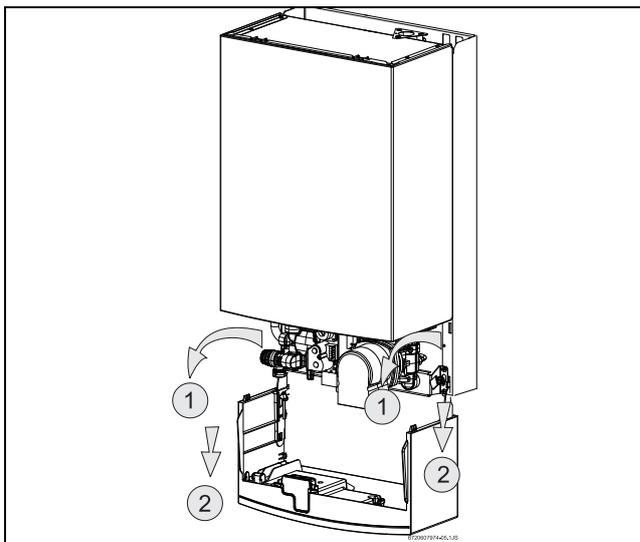

Fig. 10 Posição de serviço para acessibilidade à hidráulica e à electrónica
- ▶ Para retirar completamente o painel de comandos estando posicionado segundo a Fig. 10, levante e puxe-o na sua direcção.